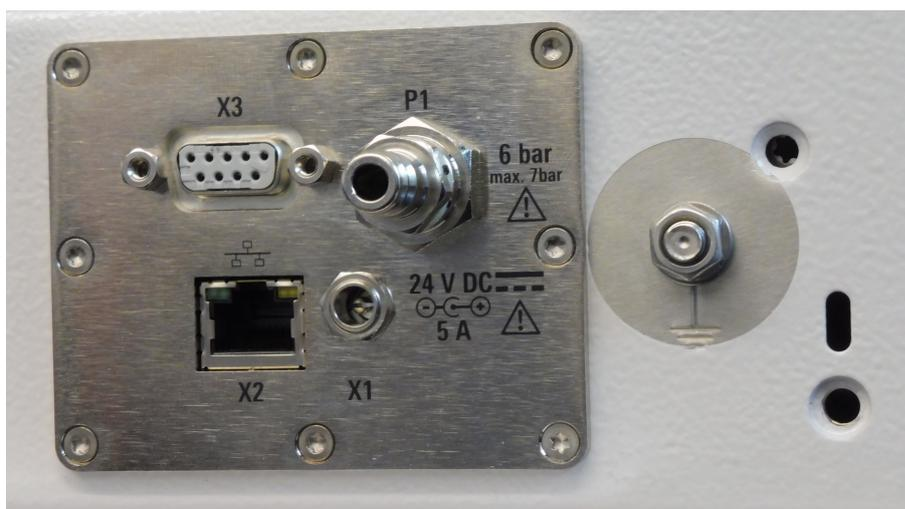

Figure 6-6 : Panneau de configuration et d'alimentation
Le coupleur rapide [P1] (voir Figure 6-6) est fourni avec un adaptateur push-pull supplémentaire pour un tube flexible de 6 mm .
1. Pour une commande à distance via un **port série**, connectez un câble RS-232 de votre système de commande au connecteur D-Sub 9 (voir **[X3]** à la Figure 6-6).
2. Pour une commande à distance via **Ethernet**, connectez un câble LAN de votre système de commande au connecteur RJ45 (voir **[X2]** à la Figure 6-6).